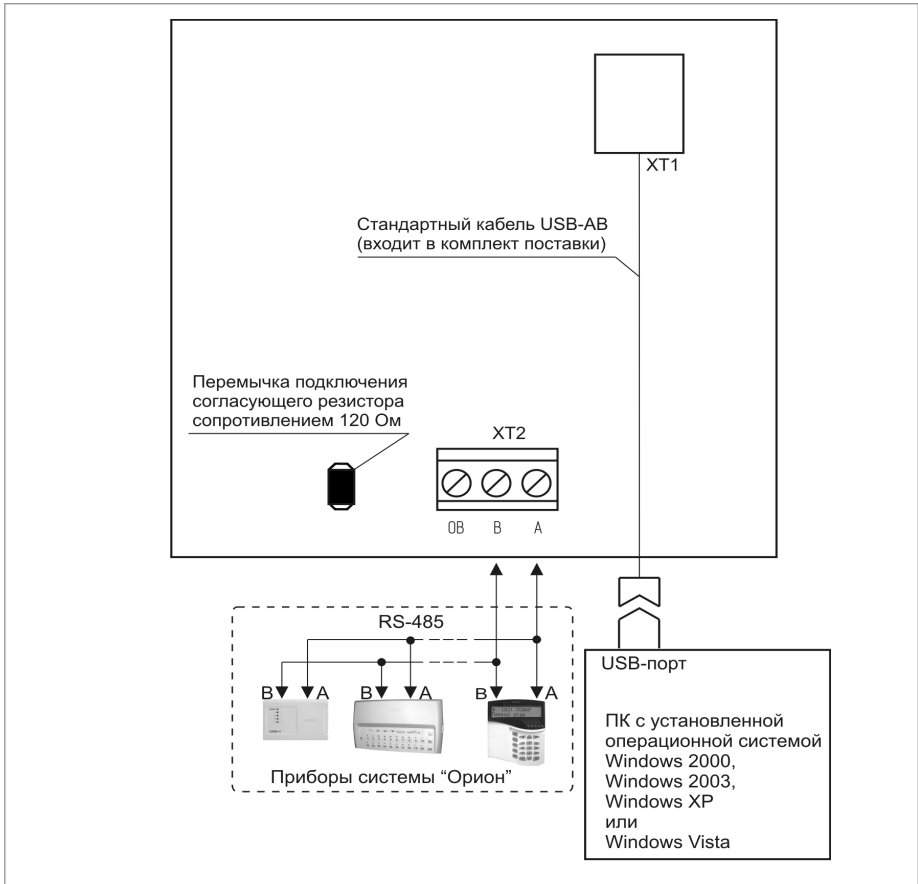

Рисунок 6. Схема внешних соединений «C2000-USB»
- 1.3. Подключите преобразователь в соответствии с проектной документацией и схемой на рис. 6.